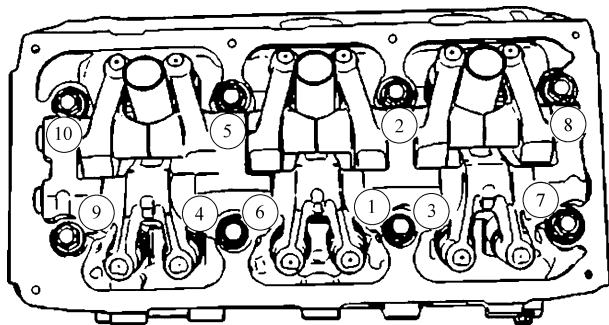

图 16-25 气门摇臂轴保险螺栓紧固顺序
24) 按照与图 16-25 相反的顺序松开气门摇臂轴的保险螺栓。
- 16) 按照图 16-25 所示的螺栓紧固顺序, 将摇臂轴保险螺栓紧固至 $31\text{N} \cdot \text{m}$ 。